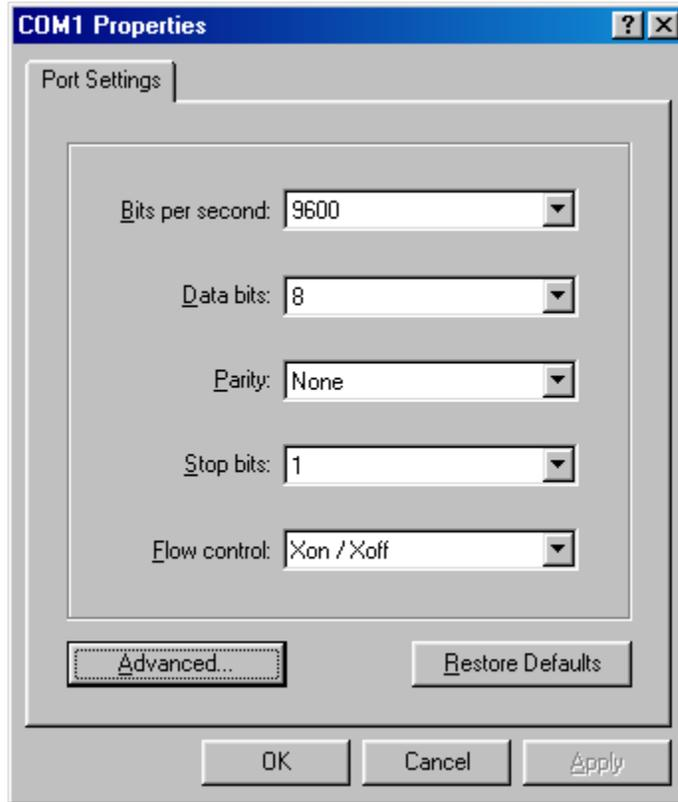

FIGURE 10 Boîte de dialogue Propriétés COM1
- v. Choisissez exactement les paramètres indiqués à la FIGURE 10, puis cliquez sur OK.